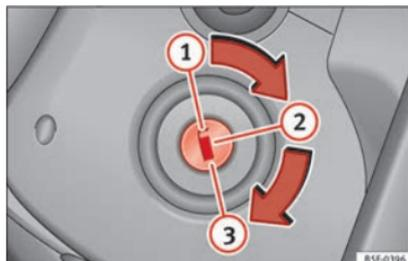

Fig. 131 Posiciones de la llave de contacto.
En esta posición  fig. 131 el encendido y el motor están desconectados, pudiéndose bloquear la dirección.
- Gire la llave de contacto hasta la posición **» fig. 131 ②**. El testigo  se encenderá en caso de precalentamiento del motor.
- En cuanto se apague el testigo, gire la llave de encendido a la posición **③** para poner en marcha el motor y no pise el acelerador.
- Gire la llave de contacto a la posición **»» fig. 131 ①**.